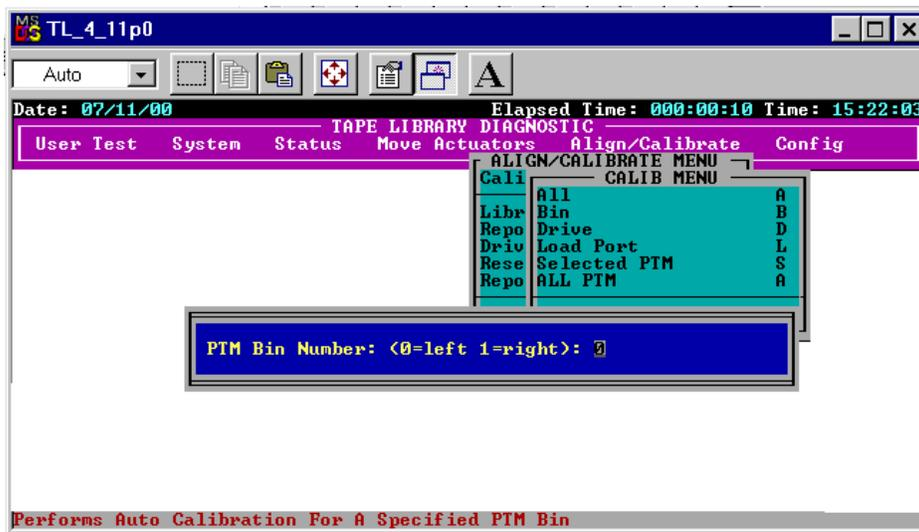

Abbildung 3-16. Dialogfeld *Calibration* (Kalibrierung)
3. Wählen Sie die Option *Selected PTM* (Ausgewählter PTM: links oder rechts in einer bestimmten Library) oder *ALL PTM* (Alle PTMs) aus (siehe Abbildung 3-16).